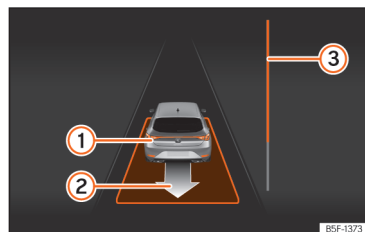

Fig. 155 A la pantalla del quadre d'instruments: sortir d'un aparcament en línia.
● Retrocediu fins que soni el senyal continu del ParkPilot; **O BÉ:** feu marxa enrere fins que a la pantalla del quadre d'instruments aparegui la indicació de fer marxa endavant. La barra de progrés **» fig. 155 ③** indica la distància que cal recórrer.